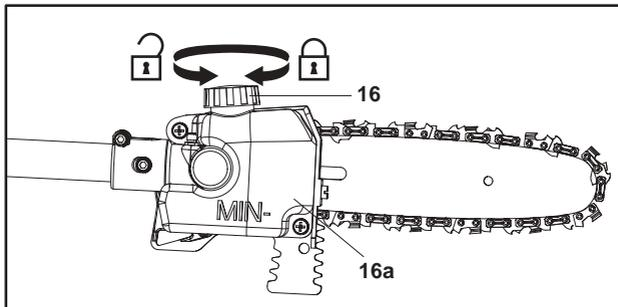

Fig. 16
1. Coloque el producto sobre una superficie estable y nivelada, con el tapón del depósito de aceite (16) hacia arriba. Recomendamos colocar una hoja no inflamable debajo del producto.
2. Desenrosque el tapón del depósito de aceite (16) y apártelo (Fig. 16).